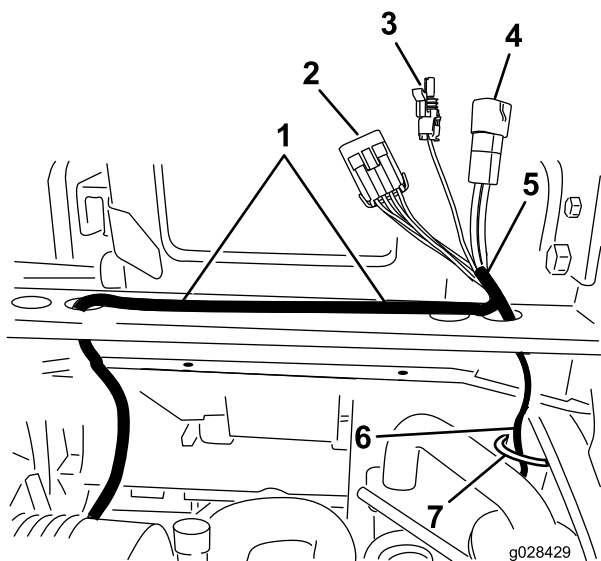

Figura 23
3. A partir da mesma extremidade da cablagem que o conector grande, encaminhe o fio da cabina comprido (com 3 conectores) pela coluna ROPS, debaixo do membro da estrutura do painel traseiro e para cima pelo orifício na parte inferior do painel de controlo (Figura 23).